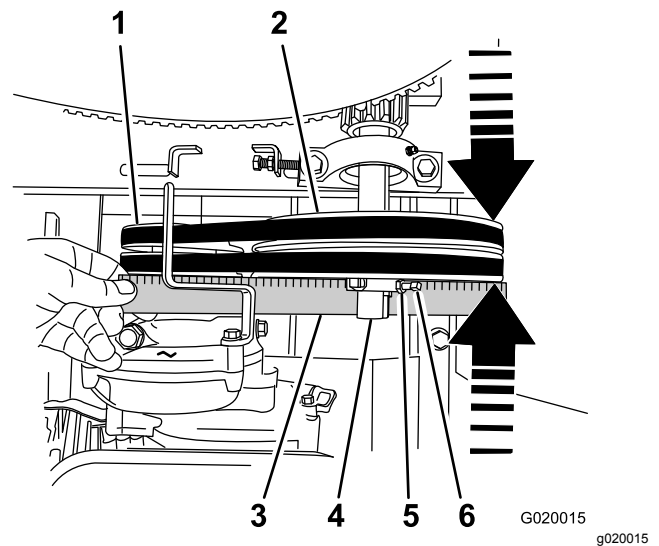

Figure 68
5. Placez une règle droite en travers de la face de la poulie de moteur et la poulie de tension (Figure 68).
- B. Desserrez les contre-écrous et les vis de maintien qui fixent la poulie de tension à l'arbre de renvoi (Figure 68).
- C. Avec une massette, tapez la poulie de tension vers l'avant ou l'arrière le long de l'arbre de renvoi jusqu'à ce que la poulie de moteur et la poulie de tension soient alignées sur la règle droite (Figure 68).
- D. Resserrez les contre-écrous et les vis qui fixent la poulie de tension à l'arbre de renvoi (Figure 68).